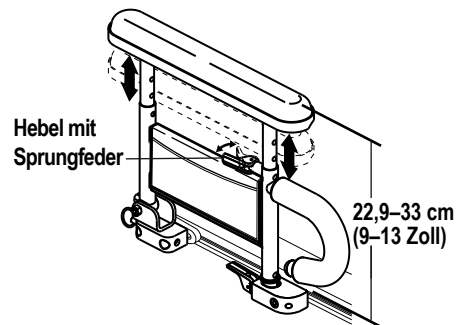

Abbildung 10. Höhenanpassung der Armlehne mit zwei Stützen
1. Drücken Sie den mit einer Sprungfeder ausgestatteten Hebel nach innen. **Siehe Abbildung 10.**